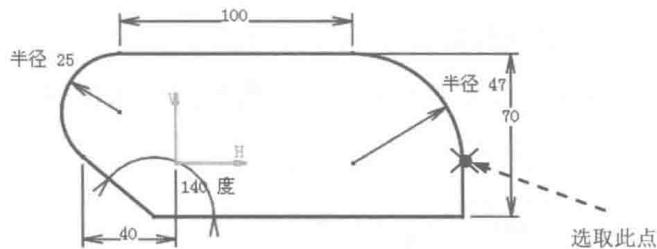

图 1.7 约束相合
Step7. 约束草图上的点与水平 H 轴相合, 如图 1.7 所示。